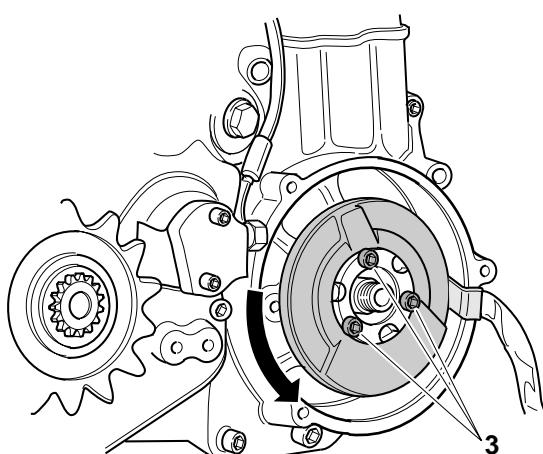

Fig.51
5. Serrare le 3 viti "3"(Fig.51) di bloccaggio dello statore "4" utilizzando della **Loctite frenafiletti** di **Tipo medio 243**.
5. Tighten the 3 screws "3" (Fig. 51) of to block of stator "4" utilizing **Loctite of middle type 243**.
5. Die 3 Schrauben "3" (Abb.51) zur Blockierung des Stators "4" festziehen: zu diesem **Zweck Loctite (Mittelart 243)** benutzen.
5. Serrer les 3 vis "3" (fig.51) blocage stator "4" en utilisant **Loctite Type moyen 243**.